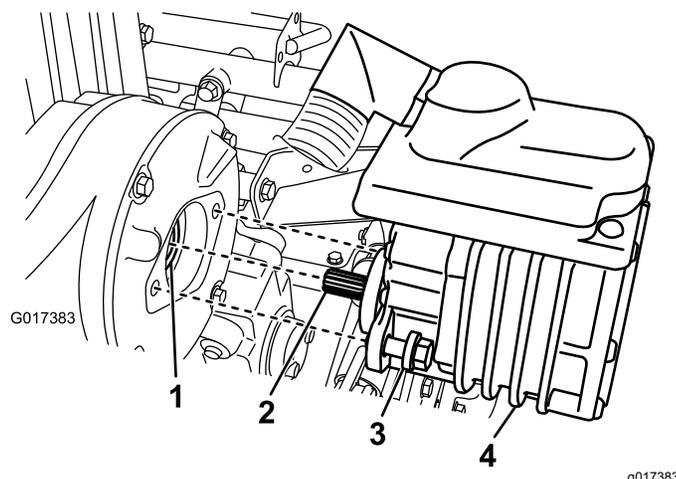

図 35
2. モータをミッションケースに固定している2本のボルトを外す 図 35。
4. グリスガンを使って、トランスミッションケースのメスのカップラに1回か2回のポンプ操作でグリスを注入する 図 35。